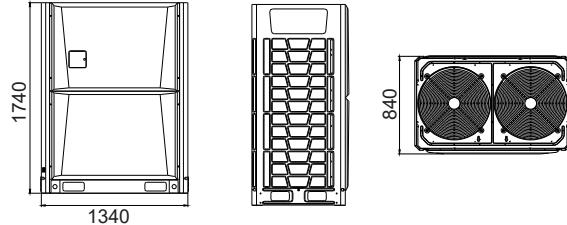

Fig.3.3 Forma3(18HP~20HP)
- 1- La máquina debe estar instalada e una base sólida de cemento u hormigón, según la Fig. 3.3 o las medidas de la instalación.